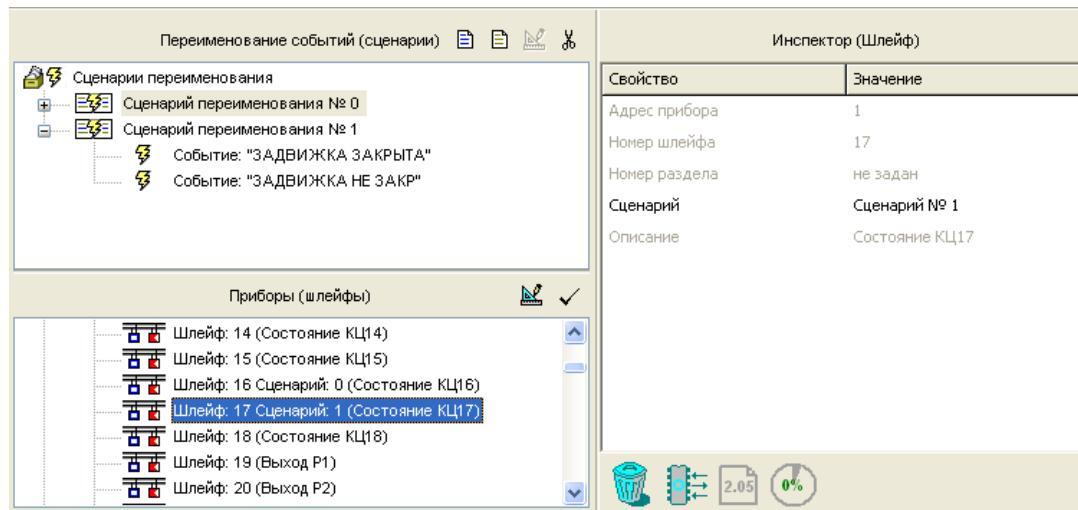

Рисунок 22
6. В нижнем окне «Приборы (шлейфы)» выделите зону, имеющую тип 12 (в базовой конфигурации «Поток-ЗН» это шлейф 17), и нажмите кнопку . Созданный сценарий будет назначен выбранной зоне (для базовой конфигурации «Поток-ЗН» - шлейфу 17) (см. Рисунок 22).